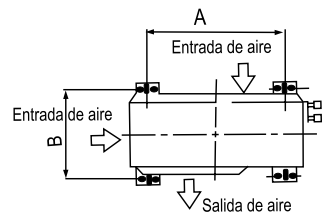

Ilustración 47
- Si se precisa un soporte para la instalación, el soporte debe estar de acuerdo con el diagrama de instalación. (Ilustración 47) La pared de la instalación debe ser de ladrillo sólido, concreto o de algún material similar, de no ser así se deben tomar las medidas necesarias para reforzar el soporte. La conexión entre el soporte y la pared y entre el soporte y el acondicionador de aire deben ser firmes, estables y confiables.